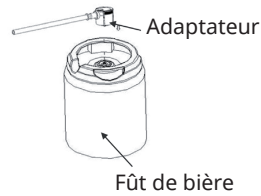
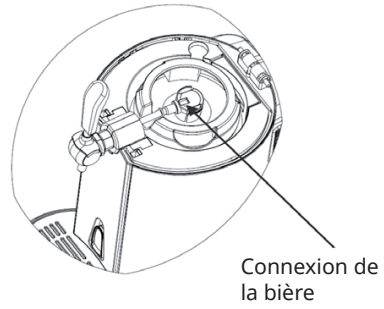

Figure 17
Figure 19
2. Suivez les instructions sur le fût de bière pour installer l'adaptateur (la buse) fourni avec le dispositif (voir figures 17 et 18). Connectez l'adaptateur à la connexion de la tireuse. La connexion à la bière est maintenant branchée (voir Figure 19).